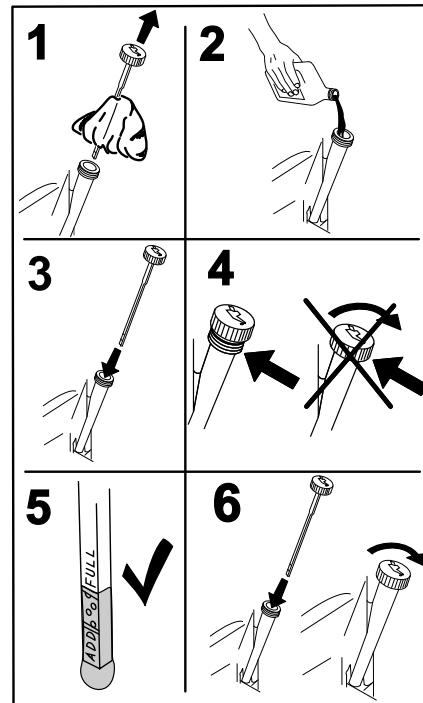

Bild 42
5. Gießen Sie langsam ungefähr 80 % der angegebenen Ölsorte in den Einfüllstutzen und füllen Sie dann vorsichtig mehr Öl ein, um den Ölstand an die **Voll**-Marke zu bringen (Bild 42).